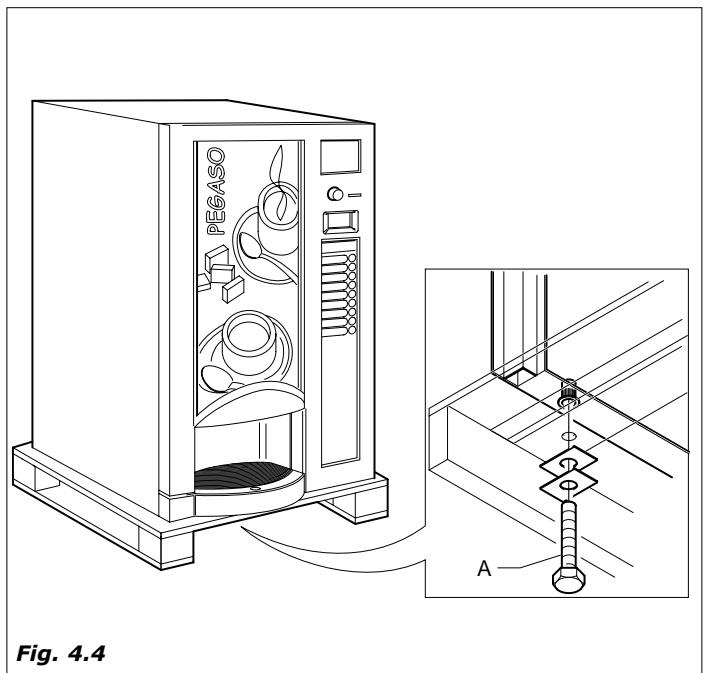

Fig. 4.4
- Desmontar las abrazaderas que sujetan el distribuidor al palé (Tornillos A). Bajar el distribuidor del palé (Fig.4.4).